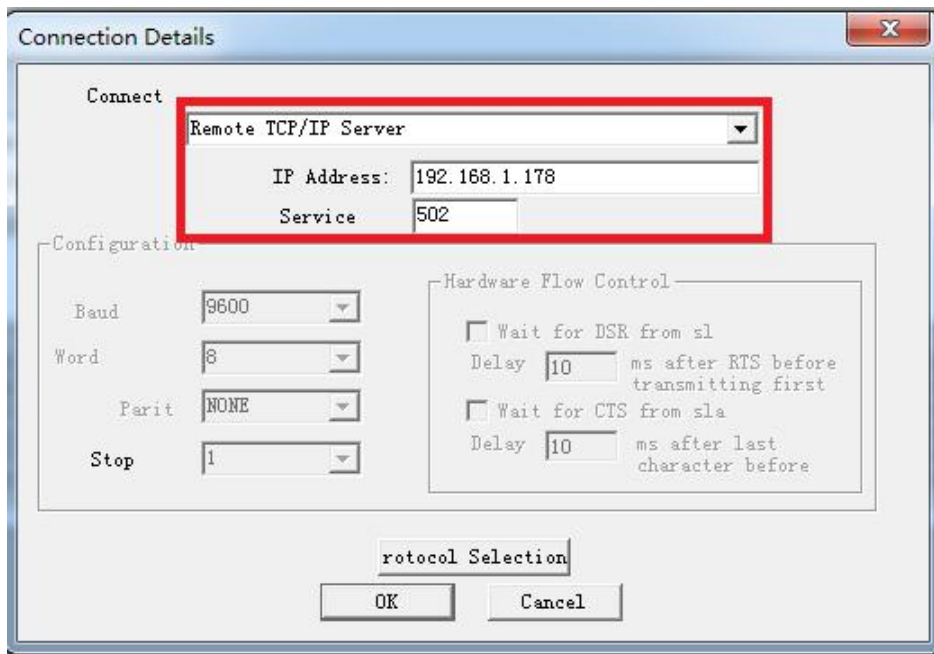

图 1
2. 选择菜单 Connection/Connect, 选择 Remote TCP/IP Server, 输入 RVNet-CX 的 IP 地址, Service 端口为 502; 点击[OK]按钮, 如图 1 所示。